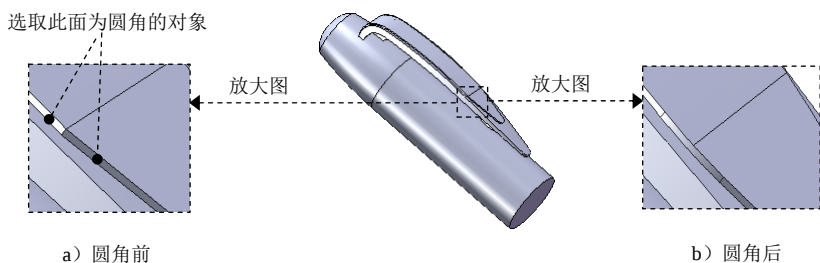

图 3.31.26 圆角 4
Step20. 创建图 3.31.26 所示的零件特征——圆角 4。圆角的对象为图 3.31.26a 所示的面，输入圆角半径值为 10.0。